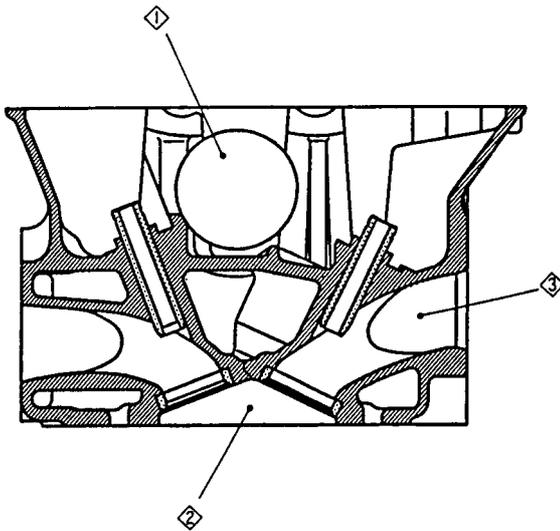

Рис. 5.2
- ① Головка блока цилиндров изготовлена из алюминиевого сплава, который имеет небольшой удельный вес и обладает хорошей теплопередачей.
- ② Распределительный вал и его опоры расположены в головке блока цилиндров ① - (рис. 5.2).
- ③ Камера сгорания шатрового типа, которая при 4-х клапанном исполнении обеспечивает высокую эффективность сгорания топлива ② (рис. 5.2 и 5.3).
- ④ Впускной канал спрофилирован таким образом, чтобы на впуске формировался вихревой поток, обеспечивающий также высокую эффективность сгорания ③ (рис. 5.2).
- ⑤ Наличие большого количества сливных отверстий обеспечивает эффективный слив масла из головки блока цилиндров.